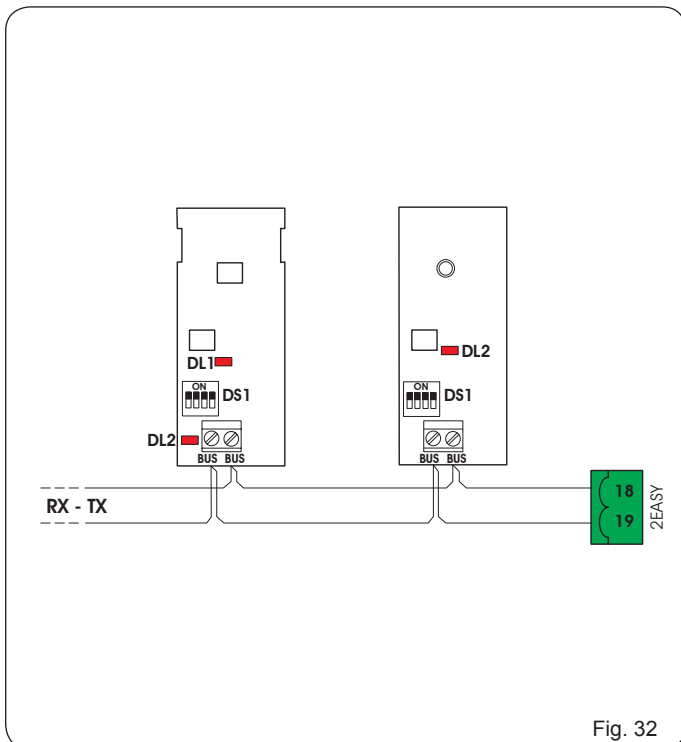
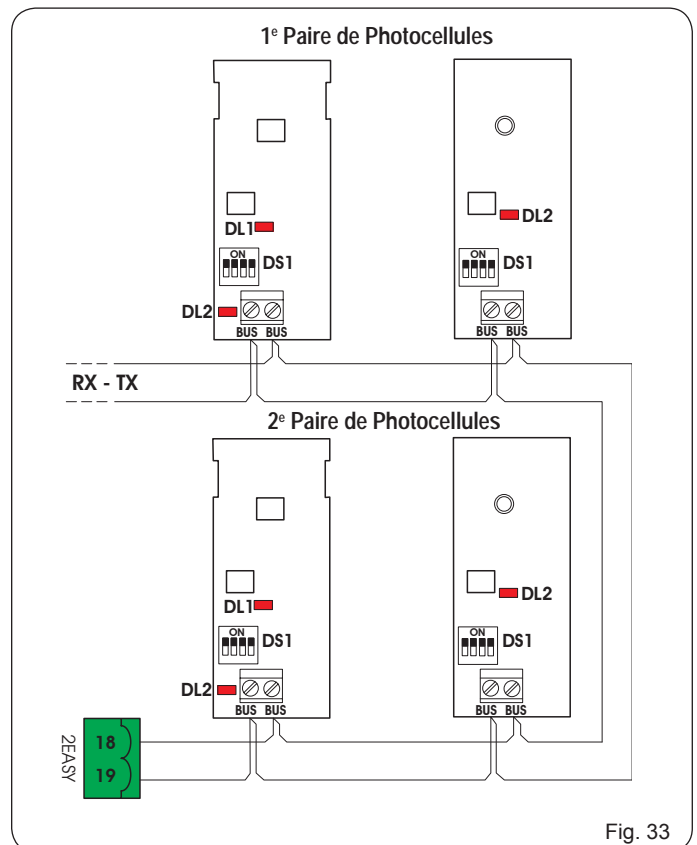

Fig. 32
Fig. 33
**⚠** Si l'on ne connecte pas les dispositifs de sécurité en fermeture, ponter les bornes FSW CL et GND (fig. 32).
**⚠** Si l'on ne connecte pas les dispositifs de stop, ponter les bornes STOP et GND (fig. 32).
**⚠** Si l'on ne connecte pas les dispositifs de sécurité en ouverture, ponter les bornes FSW OP et GND (fig. 32).
Les photocellules à technologie BUS sont connectées à la centrale E850 TOUTES EN PARALLÈLE d'après les Fig. 32 ET Fig. 33 par l'intermédiaire d'une seule ligne d'alimentation/communication.